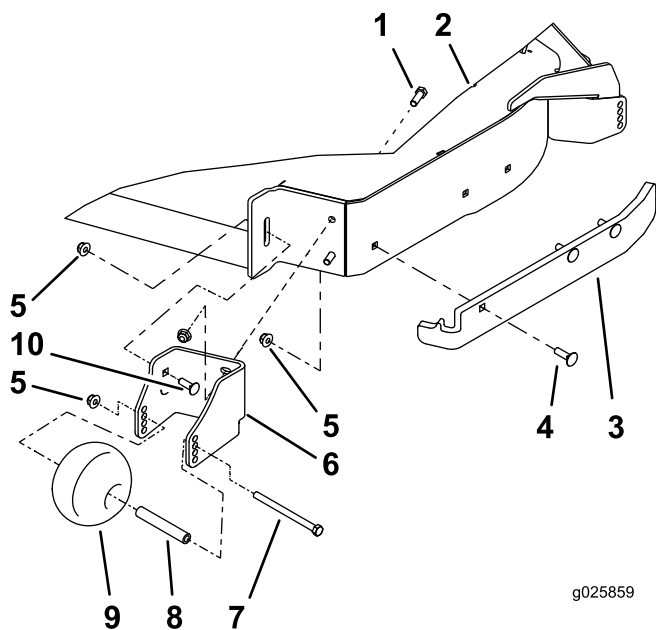
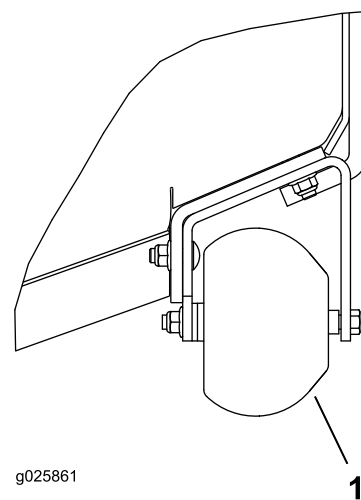

Figure 1
Figure 2
- Montez les supports de galet droit et gauche à l'avant du tablier de coupe sans serrer les 4 boulons (3/8 x 1-1/8 po), 4 boulons de carrosserie (3/8 x 1-1/8 po) et 8 écrous à embase (3/8 po). Reportez-vous à la Figure 1 pour l'emplacement correct des boulons.
- Montez les pare-chocs gauche et droit sur le côté du tablier de coupe au moyen de 6 boulons de carrosserie (3/8 x 1-1/4 po) et 6 écrous à embase (3/8 po) (Figure 1).
Remarque: Montez les galets en orientant le côté conique à l'extérieur du tablier de coupe (Figure 2).
8. Placez des entretoises dans les galets (Figure 1).
9. Montez les galets dans les supports au moyen de 2 boulons (3/8 x 5 po) et 2 écrous à embase (3/8 po) à la position correspondant à la hauteur de coupe voulue (Figure 1 et Figure 2).